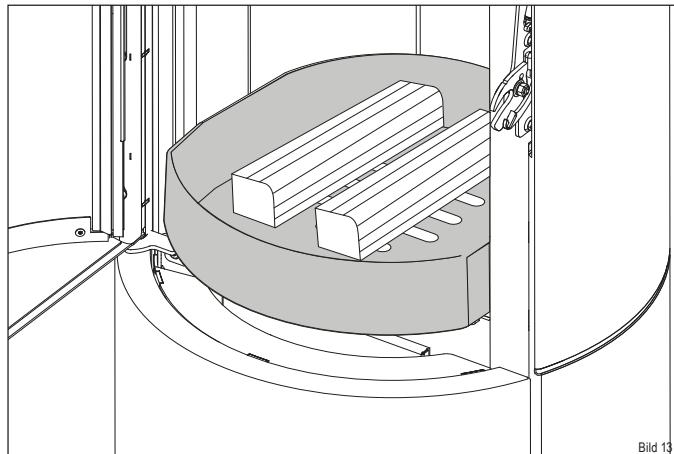

Bild 13
- ▶ Legen Sie zwei Holzscheite (4) mit 1,4 kg Gesamtgewicht mittig in den Feuerraum ein (mit der Stirnseite nach vorne zeigend). Lassen Sie ca. 5 cm Abstand zur Feuerraumscheibe (Bild 13).